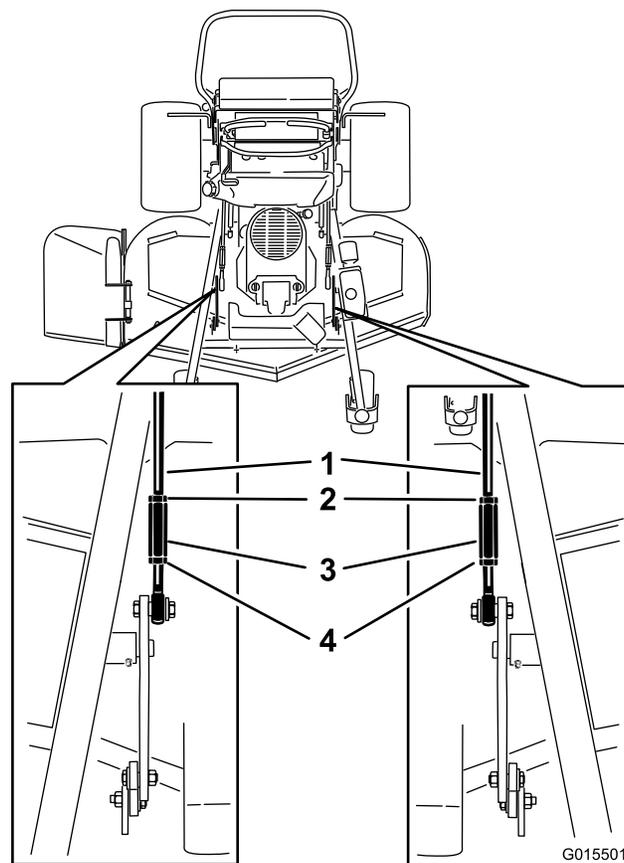

Figura 89
3. Para carcasas de corte de 60 pulgadas, afloje las tuercas delanteras y traseras y los acoplamiento de elevación de las varillas de ajuste (Figura 89).
5. Para carcasas de 60 pulgadas, apriete los acoplamientos de elevación (Figura 89).